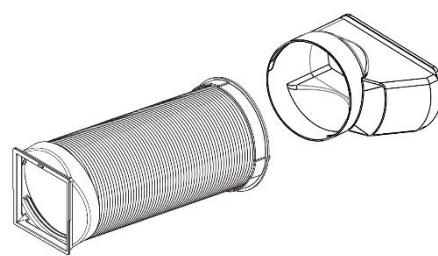

Fig. 3
- Instalação temporária do tubo de exaustão: Por favor, instale o adaptador da tubo de exaustão para a janela e conduza a tubo com a tubo de exaustão para fora da sua janela (ver fig.3 e 4).